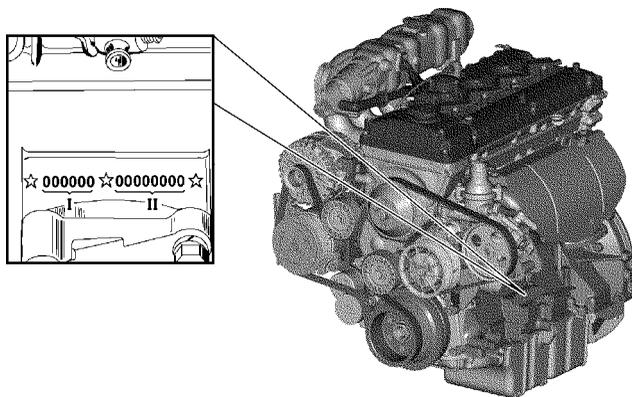

Рис. 1.4. Расположение идентификационного номера двигателя ЗМЗ-40906
**Идентификационный номер двигателя ЗМЗ-40906** выбит на площадке, расположенной с левой стороны блока цилиндров, над бобышками крепления передней опоры двигателя (рис. 1.4).